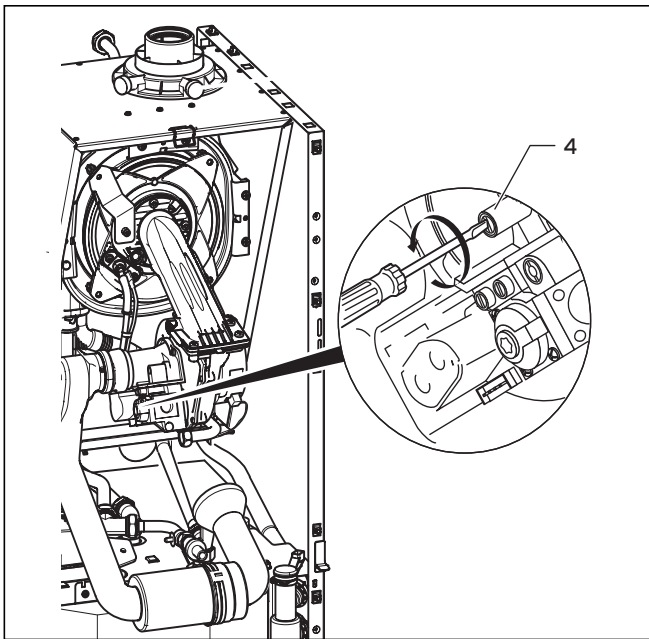

Abb. 7.6 Luftzahl einstellen
- Drehen Sie die Luftzahleinstellschraube (4, Abb. 7.6) behutsam rechts herum (im Uhrzeigersinn), um den CO₂-Gehalt zu verringern.